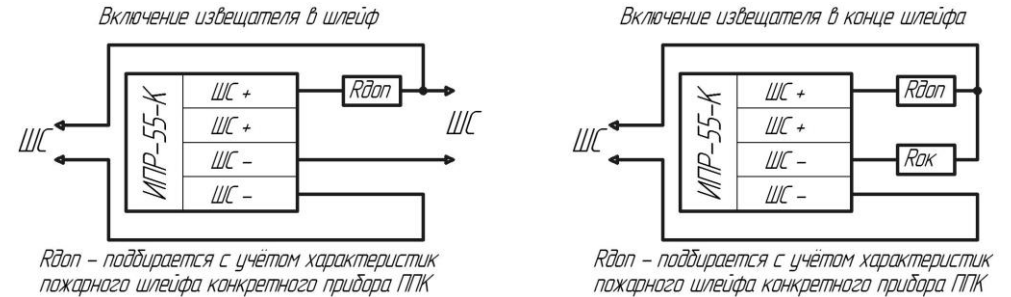

Рисунок 1 – Включение извещателя в шлейф Рисунок 2 – Включение извещателя в конце шлейфа
- 5.2.3. Подключение проводов к клеммным соединениям производить в соответствии с полярностью, указанной на плате, по одной из схем согласно рис. 1 или 2.